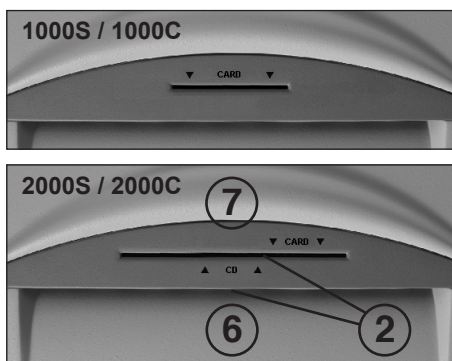

Рис. 2
- 2 = Светодатчик (для движения вперед) (рис. 2)
- подавать бумагу в режущий механизм через приемное отверстие для подачи бумаги (6) (рис. 2)
- подавать носители информации (CD, DVD или кредитные карточки) по одному в режущий механизм через отдельно расположенное безопасное приемное отверстие (7) (рис. 2).